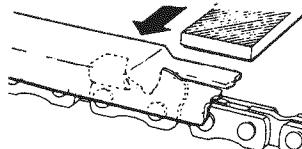

Fig. 38
- 3) Placer la jauge de contrôle sur le maillon-gouge. Si le limiteur de profondeur dépasse de la jauge, le mettre à niveau par rapport à la partie supérieure de la jauge de contrôle. Toujours limier de l'intérieur de la chaîne vers un maillon-gouge extérieur (Fig. 38).